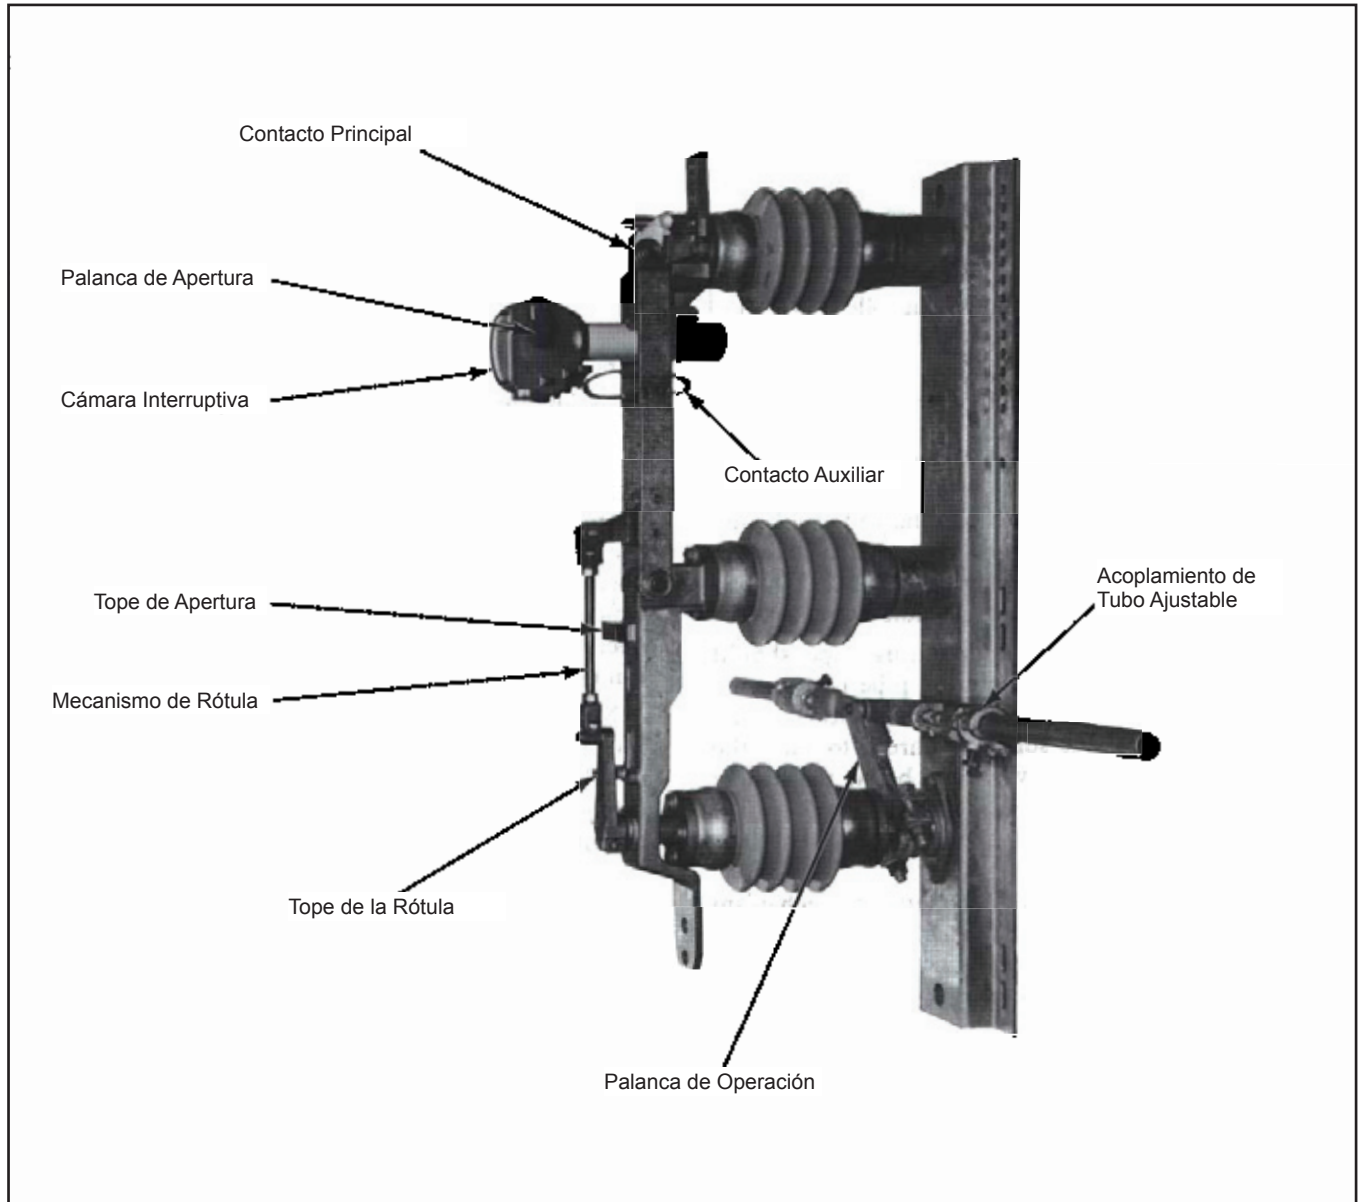

Figura 1. Detalle de los polos del interruptor (interruptor que se ilustra, 600 amperes).
Aunque el seccionador interruptor que se ilustra (Figura 1) no lleva fusibles, el procedimiento de instalación es idéntico en un seccionador interruptor con fusible.
- Que con palanca de operación hasta donde llegue en la dirección de apertura, cada uno de los mecanismos de rótula de los polos del interruptor esté contra su tope de apertura. Vea la Figura 1.